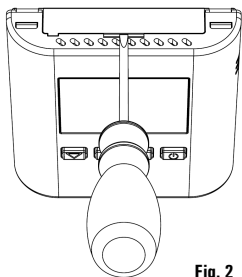

Fig. 2
1. Con la ayuda de un destornillador plano, extraer el contenedor porta baterías (Fig. 2 y 3).